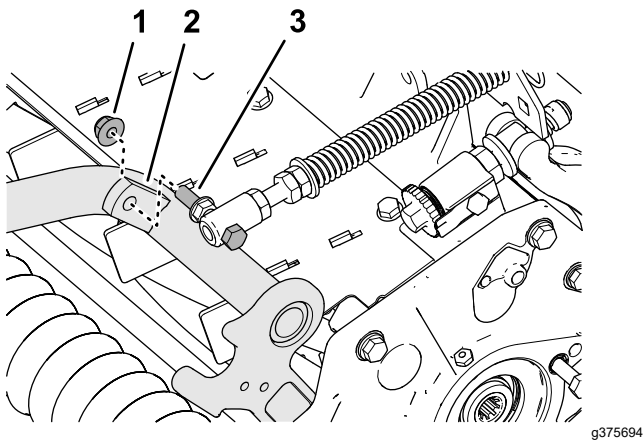

Figure 20
4. Fixez le ressort de compensation sur la patte droite du bâti porteur (Figure 20) avec le contre-écrou à embase (3/8").